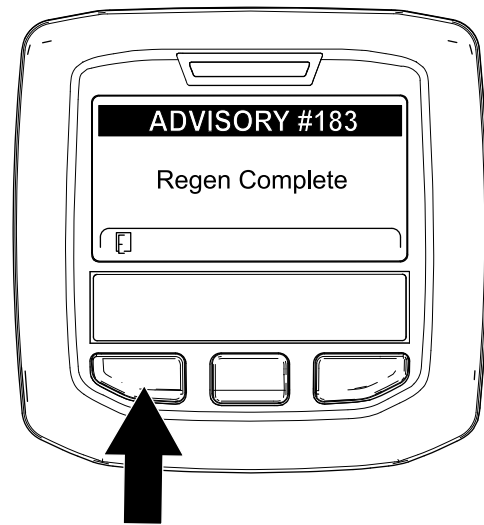

Figura 61
9. Quando o computador do motor conclui uma regeneração em estacionamento ou de recuperação, o InfoCenter apresenta o AVISO N.º 183 (Figura 61). Prima o botão esquerdo para sair para o ecrã inicial.
Nota: Se a regeneração não for concluída, o InfoCenter apresenta o Aviso N.º 184 (Figura 61). Prima o botão esquerdo para sair para o ecrã inicial.